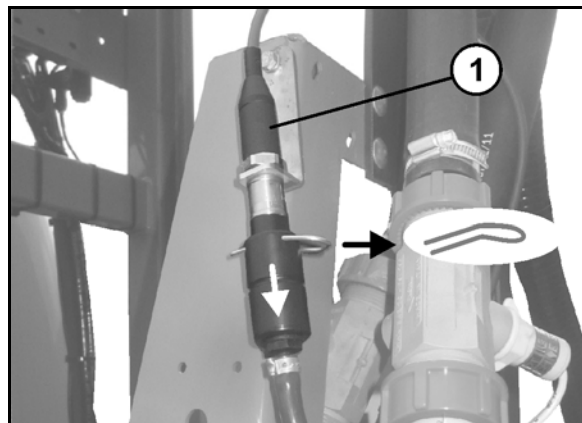

Bild 145
21. **Super-S-ramp:** Dränera trycksensorn (Bild 145/1) genom att lossa slangen från trycksensorn.